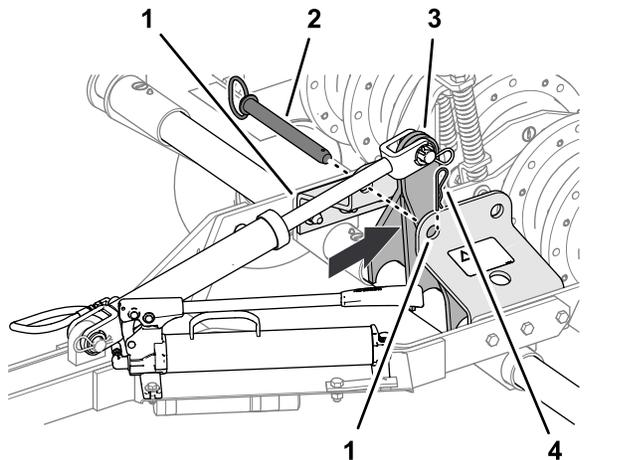

图12
5. 使用液压手动泵将提升臂 图12 移动至锁杆支架内前孔的正后方运输位置。
6. 将锁杆销插入锁杆支架的前孔并用发卡销将锁杆销固定至支架 图12。